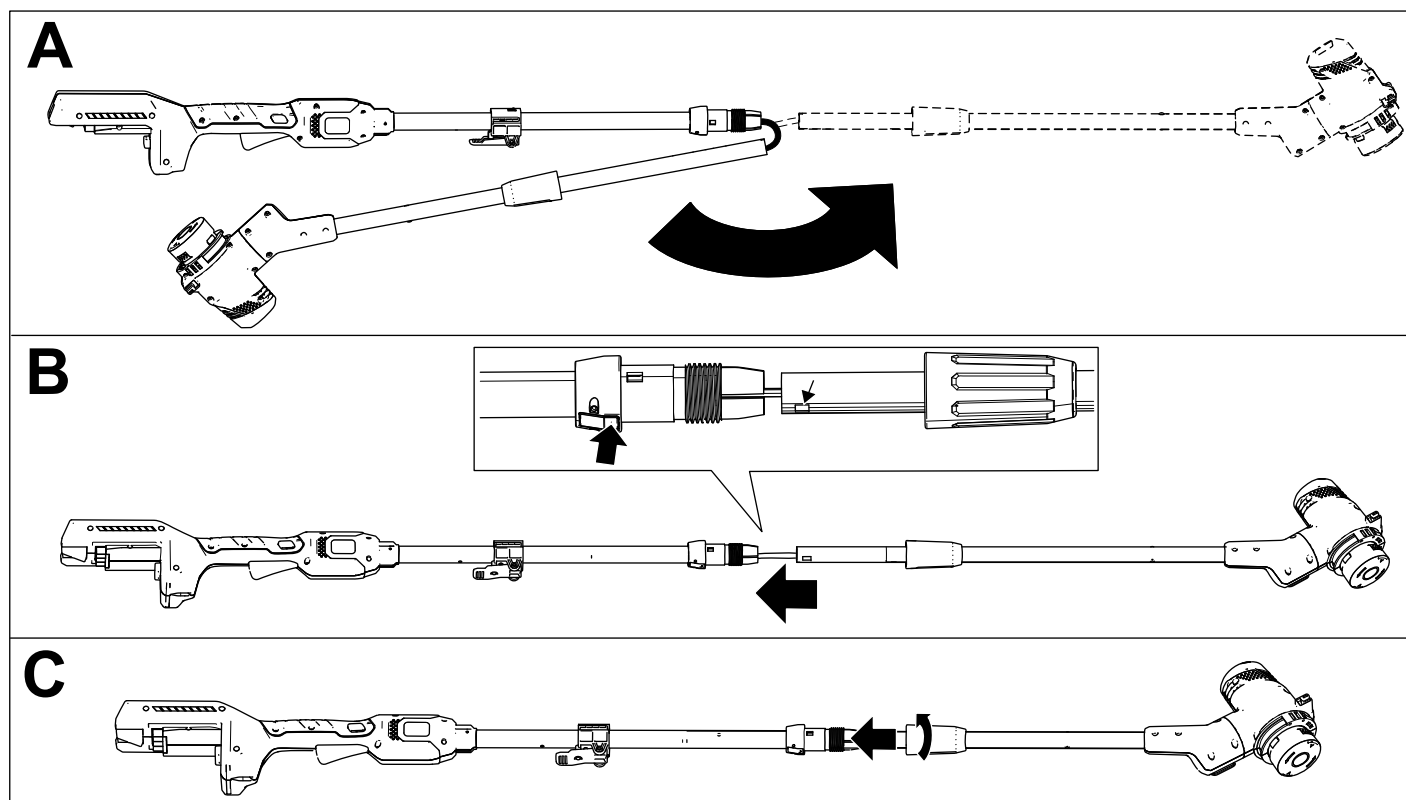

Figure 2
1. Dépliez le manche (encadré A de la Figure 2).
2. Enfoncez sans relâcher le bouton de verrouillage de la partie supérieure de la tige, puis placez le bouton de verrouillage en face du trou ovale sur la partie inférieure de la tige, et faites coulisser les 2 parties de la tige l'une sur l'autre. Une fois que le trou ovale sur la partie inférieure est passé par-dessus le bouton de verrouillage, relâchez le bouton et faites coulisser la partie inférieure dans la partie supérieure de la tige, jusqu'à ce que la débroussailleuse soit à la hauteur voulue (encadré B de la Figure 2).
3. Serrez l'accouplement sur la partie inférieure de la tige pour bloquer le manche à la hauteur souhaitée (encadré C de la Figure 2).